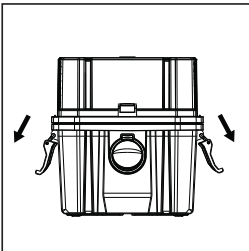

ABB. 6
- Entfernen Sie den Antriebskopf des Nass-/Trockensaugers, indem Sie die Deckelklammern, die sich auf den beiden Seiten des Saugers befinden, nach außen ziehen. Heben Sie den Antriebskopf ab. (Abb. 6)